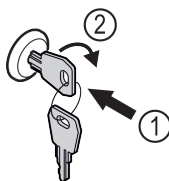

Fig. 206
- Пъхнете ключа. Fig. 206 (1)
- Завъртете го на 90° по посока на часовниковата стрелка. Fig. 206 (2)